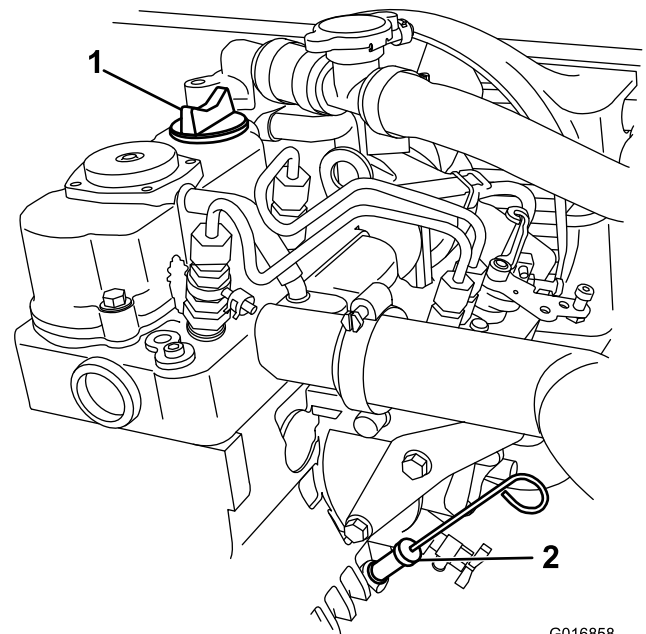

Bild 9
2. Reinigen Sie den Bereich um den Ölpeilstab (Bild 9), damit kein Schmutz in das Loch gelangen und den Motor beschädigen kann.